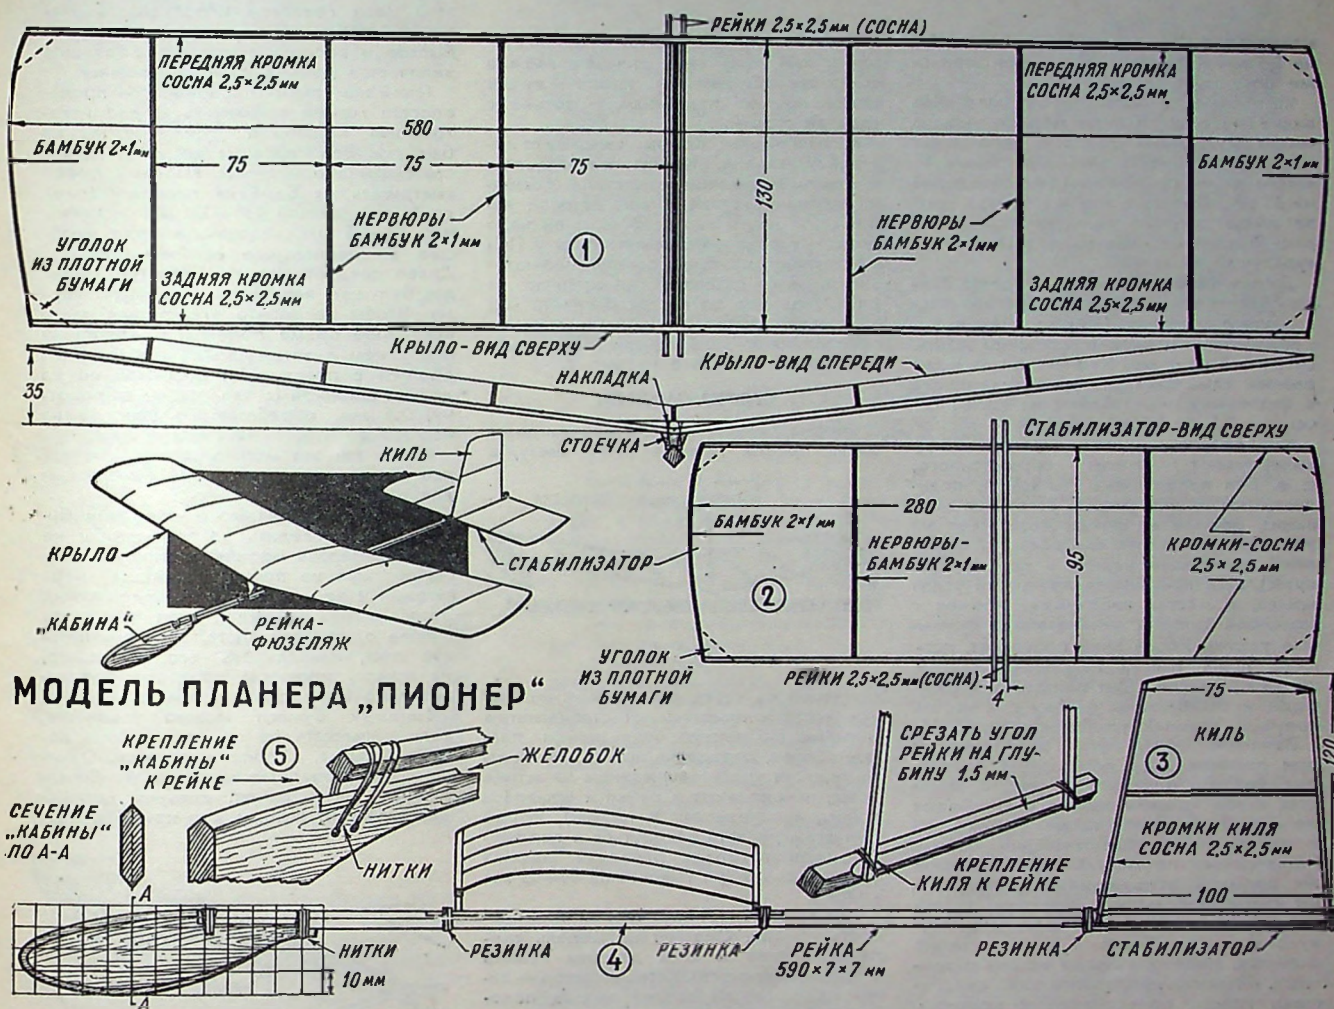

Рис. 1.
Модель «Пионер» (см. рис. 1; цифры в кружочках означают номера основных частей модели, изображенных на этом рисунке) имеет прямоугольное крыло (1) с небольшими закруглениями на концах и такой же стабилизатор (2), перпендикулярно к которому установлен трапецевидный киль (3). Все эти части прикреплены к реечному фюзеляжу (4), который спереди имеет съемное утолщение, своего рода кабину. Модель разборная: с нее можно снять все, кроме киля, приклеенного намертво.
Как собрать крыло? Прежде всего вычерчивают чертеж спрямленного, т. е. без поперечного V, крыла, пользуясь размерами рис. 1. Заготовив нервюры, кромки и дужки, соединяют их уже известным нам способом, т. е. делают расщелины ножом в кромках (на клею). Для повышения прочности углов крыла, в местах соединения кромок с концевой дужкой, наклеиваются бумажные уголки. Когда клей просохнет, острием ножа слегка надрезают сверху кромки, там, где стоит центральная нервюра, и отгибают их вверх так, чтобы получить нужный угол поперечного V.
Пока крыло и другие части сохнут, выстругивают из сосны реечку, служащую фюзеляжем модели. Длина реечки 590 мм; она имеет квадратное сечение со стороны, равной 7 мм. В носовой части рейки, снизу, делают срез (рис. 1) длиной около 25 мм и глубиной 1,5 мм. В хвостовой части рейки, по боковой ее стороне — другой срез на ту же глубину, но длиной 110 мм: этот срез служит для размещения здесь киля.